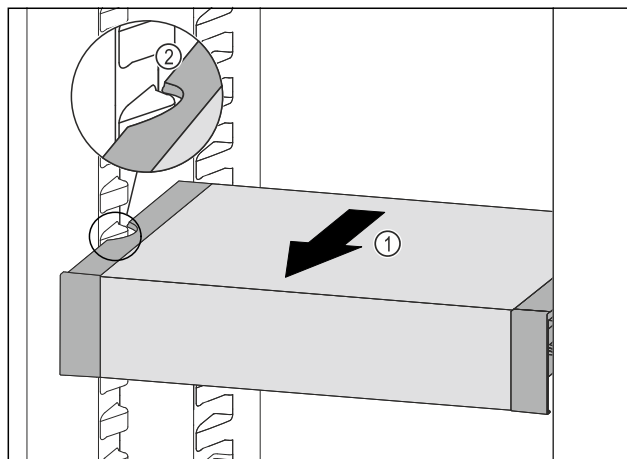

Fig. 207
- Tirare VarioSafe in avanti Fig. 207 (1) fino a quando le cavità laterali di VarioSafe non si trovano al livello della nervatura del contenitore nel vano frigorifero. Fig. 207 (2)